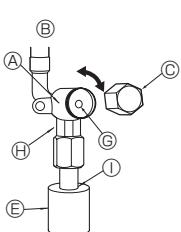
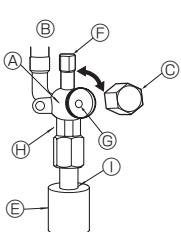

Fig. 4-5
Fig. 4-6
(1) Lado del gas (Fig. 4-5)
- ① Abra la tapa y gire la varilla de válvula hacia la izquierda hasta su tope, utilizando una llave hexagonal de 4 mm. Deje de girar cuando llega al tope. (ø15,88, 5/8 inch: Aproximadamente 11 revoluciones)
② Compruebe que la válvula de parada esté completamente abierta y gire la tapa de nuevo a su posición original.
(2) Lado del líquido (Fig. 4-6)
- ① Abra la tapa y gire la varilla de válvula hacia la izquierda hasta su tope, utilizando una llave hexagonal de 4 mm. Deje de girar cuando llega al tope. (ø6,35, 1/4 inch: Aproximadamente 4,5 revoluciones) (ø9,52, 3/8 inch: Aproximadamente 10 revoluciones)